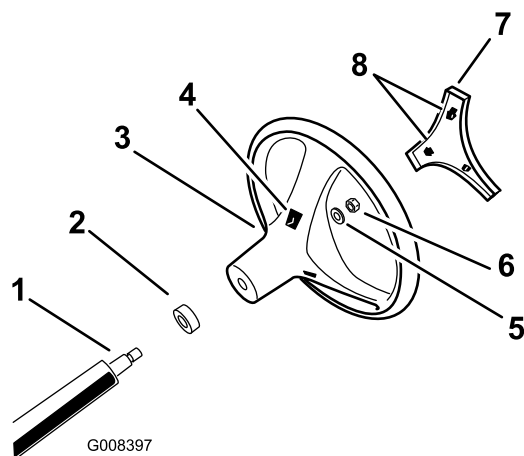

図 3
4. ハンドルをハンドルシャフトにはめ込み、ロックナットで固定する(図3)。ロックナットを、24-29 Nm 2.5-3.0 kg.m=18- 22 ft-lbにトルク締めする。
5. ハンドルのセンターカバーをハンドルのスロットに合わせて押し込み、センターカバーをハンドルハブに固定する図3。